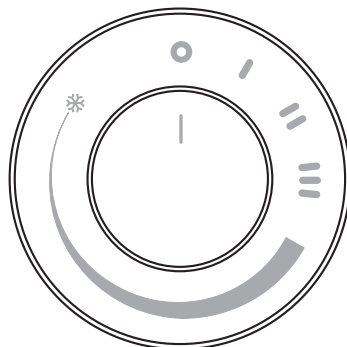

fig. 1
- Stellen Sie sicher, dass der Anhaltspunkt "I" auf dem Drehgriff mit dem Symbol "o" auf dem Steuerpanel (Abb. 1) übereinstimmt.
- Verifique que la referencia "I" del mando esté alineada con el símbolo "o" del panel de mandos (Fig. 1).